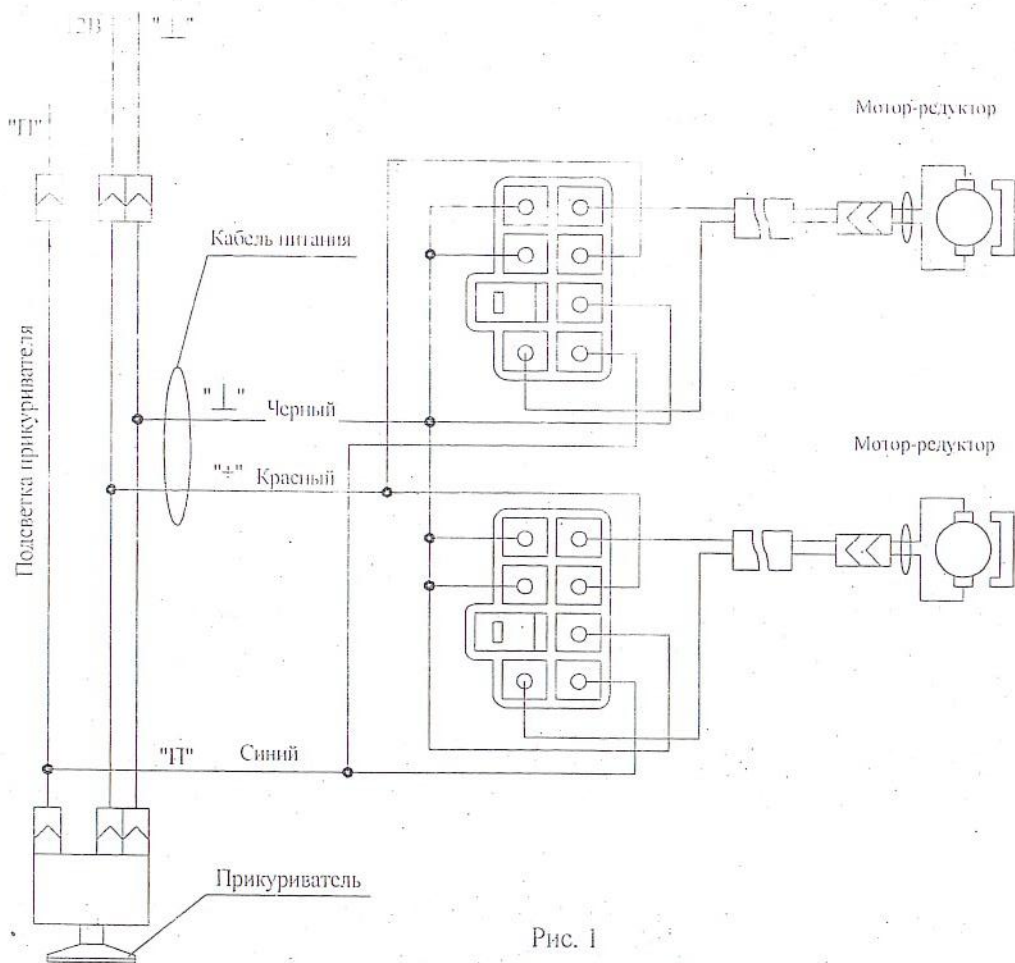

Рис. 1
- 6.8 Через отверстия в стойках дверей и дверях, через кабельные вводы, протянуть кабели к электродвигателям. Закрепить кабельные вводы в дверях и стойках дверей. Подключение кабелей выполнить согласно схеме подключения рис. 1.